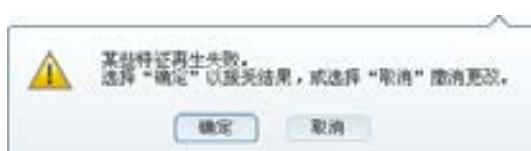
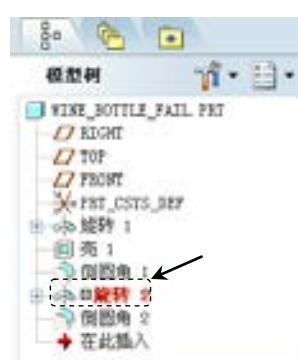

图 5.21.6 特征失败提示
图 5.21.7 模型树
Step4. 在操控板中单击“完成”按钮 后，系统弹出图 5.21.6 所示的“特征失败”提示对话框，此时模型树中“旋转 2”以红色高亮显示出来，如图 5.21.7 所示。前面曾讲到，该特征截面中的一个尺寸 (5.0) 的标注是以完全圆角的一条边线为参照的，重定义后，完全圆角不存在，瓶口旋转特征截面的参照便丢失，所以便出现特征生成失败。
在图 5.21.6 所示的特征失败提示对话框中，选择 **取消** 按钮。
Step1. 在图 5.21.6 所示的特征失败提示对话框中，选择 **确定** 按钮。
Step2. 从图 5.21.7 所示的模型树中，单击 **旋转 2**，右击，在弹出的图 5.21.8 所示的快捷菜单中选择 **删除** 命令，在弹出的图 5.21.9 所示的删除对话框中选择 **确定**，删除后的模型如图 5.21.10 所示。
① 选择下拉菜单 **窗口(W)** → **关闭(C)** 命令，关闭当前对话框。
② 选择下拉菜单 **文件(E)** → **不显示(U)** → **不显示(D)** 命令，拭除不显示的内存中的文件。
③ 再次打开酒瓶模型文件 wine_bottle_fail.prt。
Step2. 从图 5.21.7 所示的模型树中，单击 **旋转 2**，右击，在弹出的图 5.21.11 所示的快捷菜单中选择 **重命名** 命令，然后会弹出图 5.21.12 所示的旋转命令操控板。
- Step1. 在图 5.21.6 所示的特征失败提示对话框中，选择 **确定** 按钮。
- Step2. 从图 5.21.7 所示的模型树中，单击 **旋转 2**，右击，在弹出的图 5.21.15 所示的快捷菜单中选择 **隐含** 命令，然后在弹出的图 5.21.16 所示的对话框中选择 **确定** 按钮。